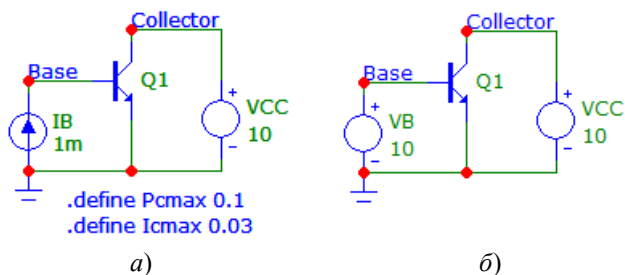

Рис. 8.2. Схемы для снятия характеристик биполярного транзистора:
2.2. Постройте на экране дисплея схему для определения выходных ВАХ транзистора (параллельное соединение источника постоянного тока, транзистора и параллельное соединение источника постоянного напряжения), приведенную на рис. 8.2а. Определите с помощью текстовых директив **.define** значение максимальной мощности, рассеиваемой транзистором  $P_{C_{\max}}$  и максимальное значение коллекторного тока  $I_{C_{\max}}$  (рис. 8.2а).
2.12. Постройте на экране дисплея схему для снятия входных  $I_B(V_{BE})$  и передаточных  $I_C(V_{BE})$  характеристик транзистора (рис. 8.2б). Величину батареи VCC задать равной найденному напряжению коллектор-эмиттер в точке покоя  $V_{CEA}$ . Запустить анализ по постоянному току, выбрав **Analysis→DC...** (Alt+3). Задайте только изменение источника напряжения в цепи базы VB от 0 В до 0,7–0,8 В с линейным шагом, не превосходящим 10 мВ. Задайте построение двух графиков. Первый график – зависимость  $I_B(Q1)$  от  $V_{be}(Q1)$ . Второй график – зависимость  $I_C(Q1)$  от  $V_{be}(Q1)$ . Запустите анализ, нажав кнопку **RUN**. При необходимости измените масштабы вывода графиков для того, чтобы они занимали все графическое окно.